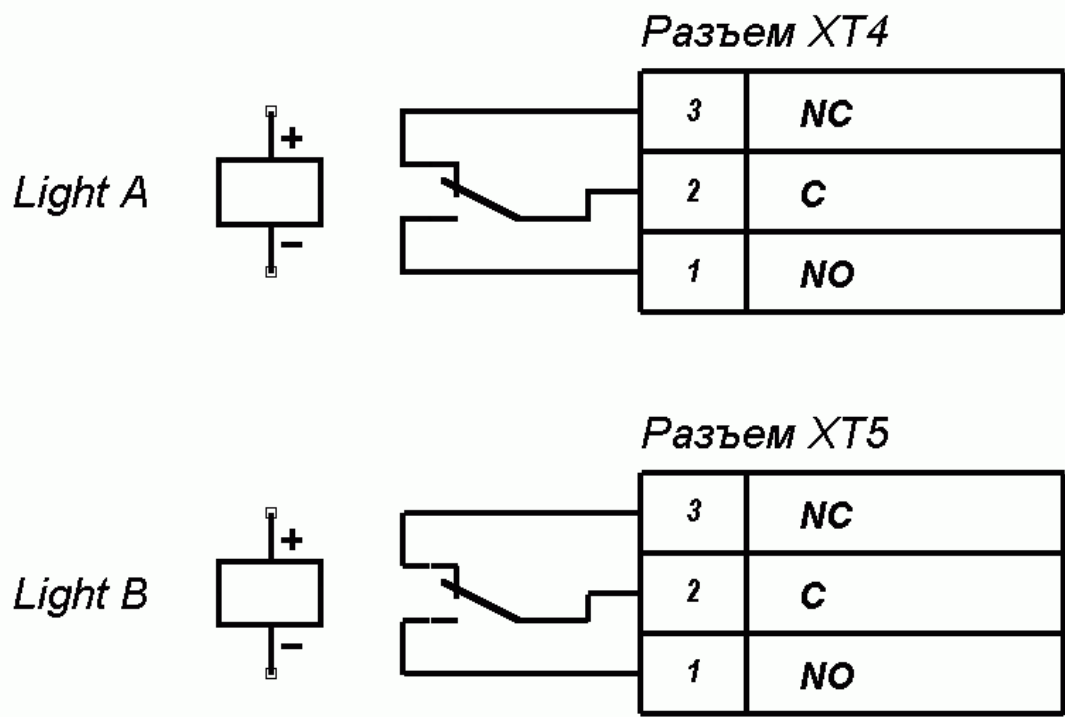

Рисунок 7 – Выходные каскады для Light A и Light B
5.9.4 Выносные индикаторы подключаются на клеммные колодки "ХТ4" (Light A) и "ХТ5" (Light B). При этом реле Light A (Light B) активизировано (на его обмотку подано напряжение), когда горит соответствующая данному направлению прохода зеленая стрелка на световом табло, и нормализовано (на его обмотку напряжение не подано), когда соответствующая данному направлению прохода зеленая стрелка на световом табло не горит. Факт срабатывания/отпускания реле Light A и Light B можно определить по загоранию/гашению красных индикаторов, которые установлены вблизи указанных реле (см. рисунок 2). Выходные каскады для Light A и Light B — перекидные контакты реле (см. рисунок 7) со следующими характеристиками сигналов: